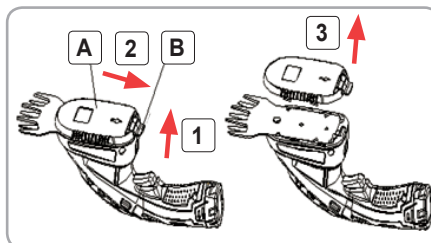

Fig.8
- Ridicați clapa de închidere (A) și împingeți capacul mecanismului de acționare apăsându-l în direcția săgeții spre spate (B). Ridicați capacul mecanismului de acționare. După care puteți să extrageți accesoriul de tăiere (fig.8).